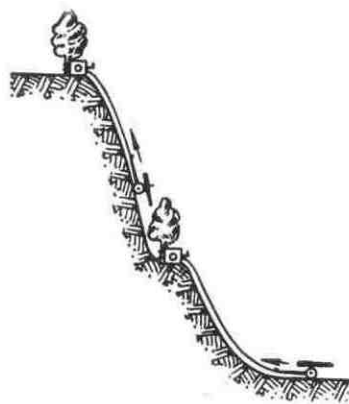

Рис. 77
5. Если склон сравнительно пологий и тягач сможет подниматься своим ходом, но без орудия и если нет лебедки, подъем орудия производится следующим способом. На склоне горы к дереву или прочному железному колу, вбитому в землю, крепится однороликовый блок, через который пропускается стальной трос. Один конец троса крепится к орудью, а другой — к крюку тягача. После этого тягач медленно опускается по склону горы вниз и с помощью троса и блока подтягивает орудие вверх (рис. 77).